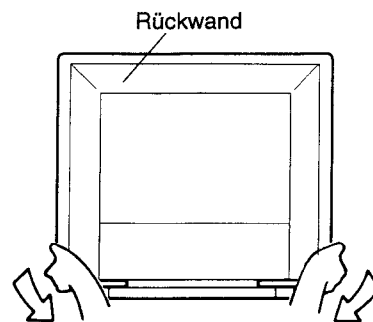

Abb. 3
4. Die Rückwand-Ecken an der Fußseite ein wenig lösen (Abb. 3).